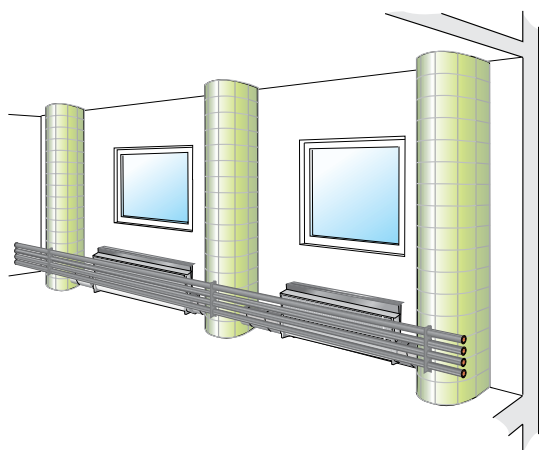

Рис. 6. Primo с распределительным коллектором спереди
- Primo с распределительным коллектором спереди (Рис. 6).